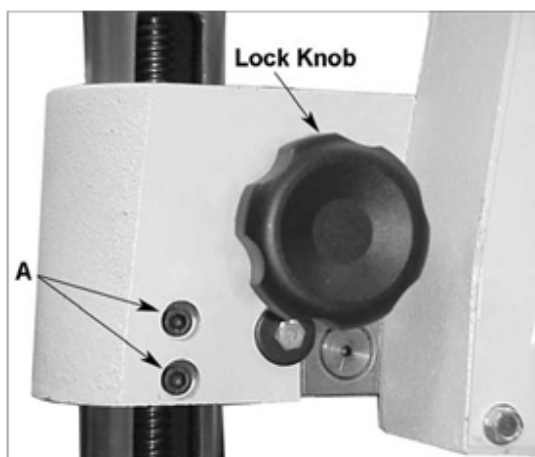

Рис. 26
2. Открутите оба комплекта винтов (А, рис. 26) на каждой колонне с той стороны, которую вы решили приподнять.